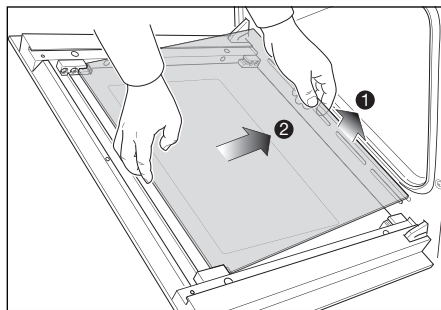

Fig. 41c
- Soulevez doucement le bord inférieur de la vitre (flèche 1 sur la Fig. 41c) et retirez-la en la dégageant des pinces supérieures (flèche 2 sur la Fig. 41c).